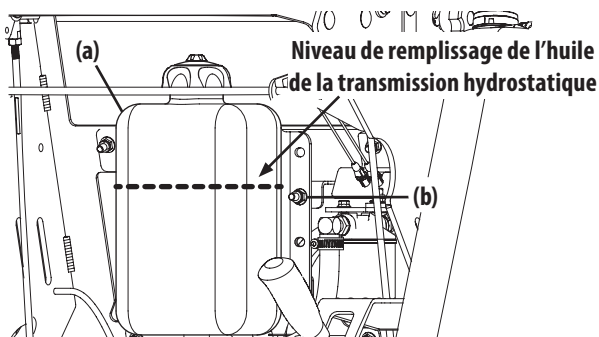

Figure 26
1. Repérez le réservoir d'huile de la transmission hydrostatique (a) derrière le moteur, sous le panneau de commande (Figure 26 à la page 59).
2. Assurez-vous que le niveau du réservoir d'huile de la transmission hydrostatique se trouve juste au-dessus des boulons de montage du réservoir supérieur (b), comme indiqué dans Figure 26.
7. Ajoutez de l'huile de transmission hydrostatatique jusqu'à ce que le niveau soit au même niveau que les boulons de montage du réservoir supérieur (Figure 26 à la page 59).